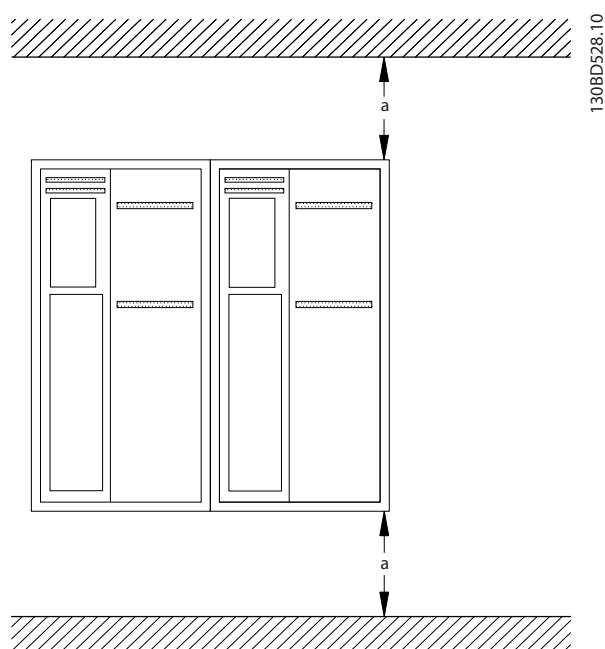

Ilustración 3.2 Espacio libre para refrigeración por encima y por debajo
- Asegúrese de que exista un espacio libre por encima y por debajo para la refrigeración por aire. Consulte la *Ilustración 3.2* para conocer los requisitos de espacio libre.